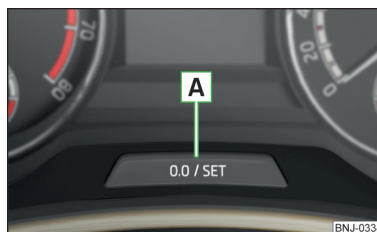

Fig. 35
» Toccare il tasto **A** » fig. 35 a pag. 46.
- » Tenere premuto il tasto **A** » fig. 35 sino a quando sul display sarà visualizzata la voce di menu **Orologio**.